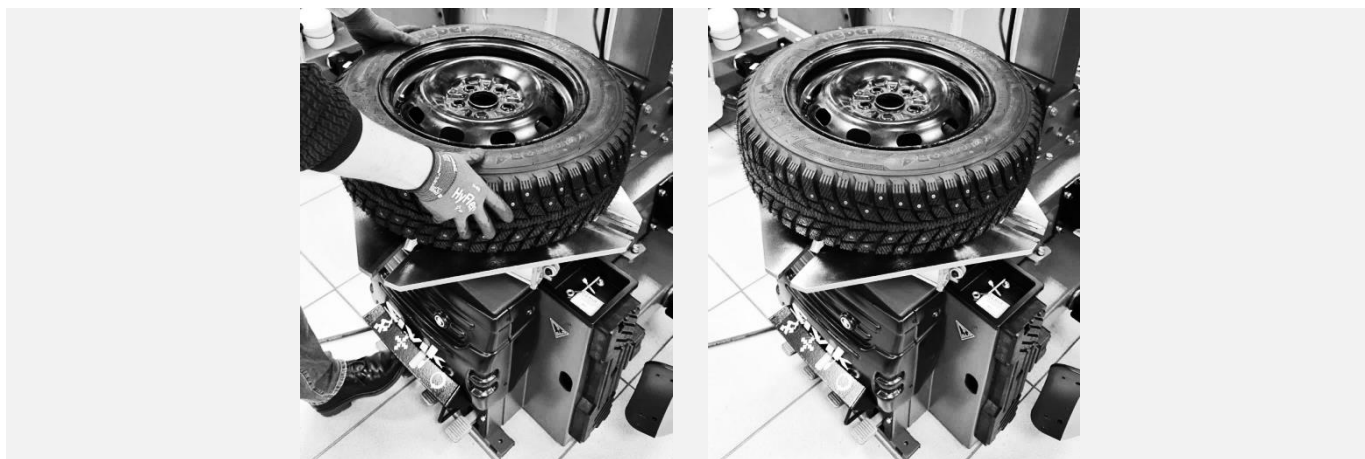

Рисунок 45
- Развести зажимные кулачки, нажав педаль управления зажимными кулачками (см. Рисунок 45).